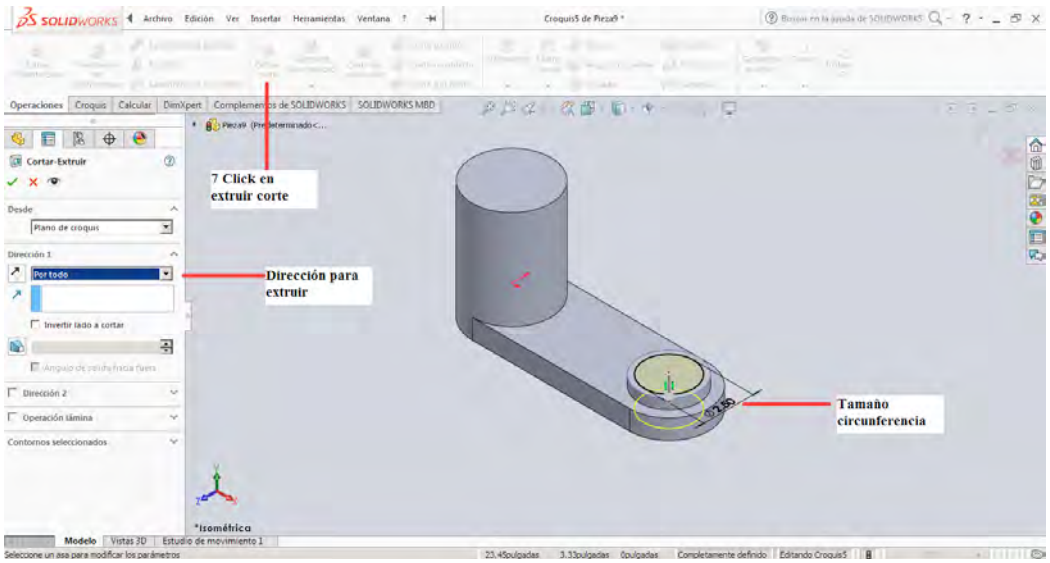

Figura 3-39
7. Sobre la circunferencia creada del lado derecho se realiza un nuevo croquis y se dibuja sobre él una nueva circunferencia de 2 Pulgadas de diámetro, en la figura 3-39 se puede observar el resultado de la creación del croquis.